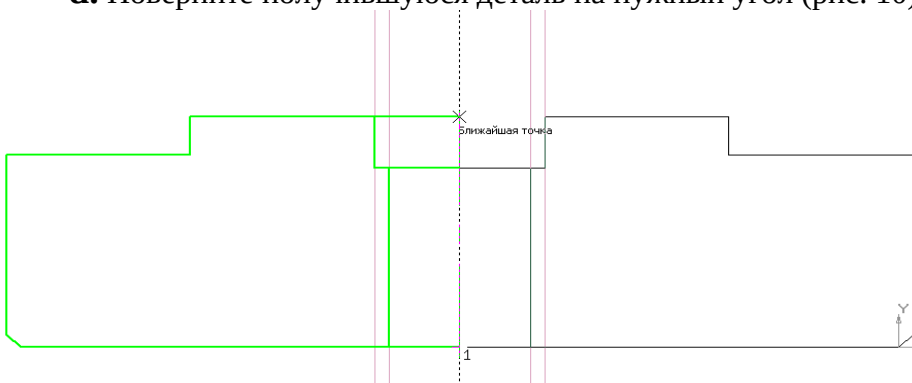

Рис. 10
d. Поверните получившуюся деталь на нужный угол (рис. 10)